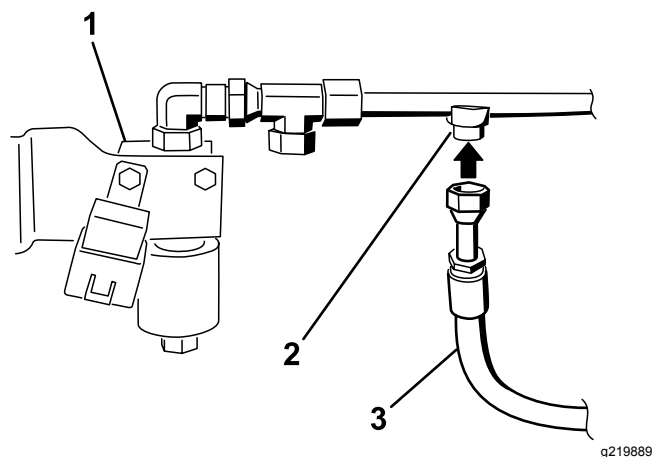

Figura 29
8. Montate il flessibile idraulico con i raccordi sul raccordo della tubazione idraulica n. 2, come illustrato nella Figura 29.